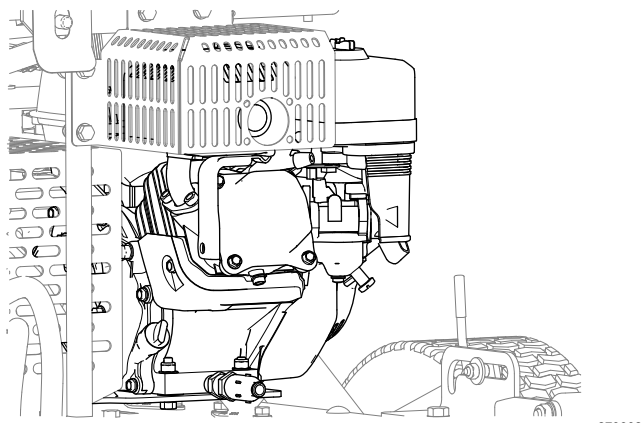

Figura 42
4. Curățați murdăria i reziduurile de pe motor i nervurile de răcire a motorului (Figura 42).